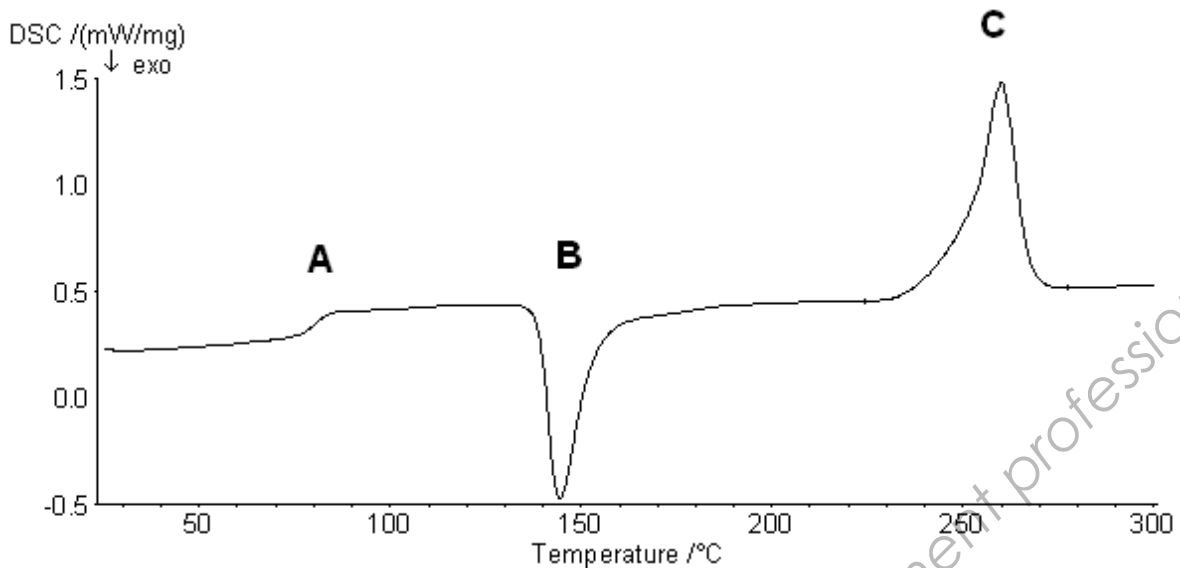

figure 2 - Thermogramme du PET analysé en DSC ($10\text{ }^{\circ}\text{C}\cdot\text{min}^{-1}$; sous N_2)
- 2.1. En légende de l'ordonnée de la figure 2, on peut observer une indication « exo », précédée d'une flèche verticale descendante. Que signifient ces indications ?